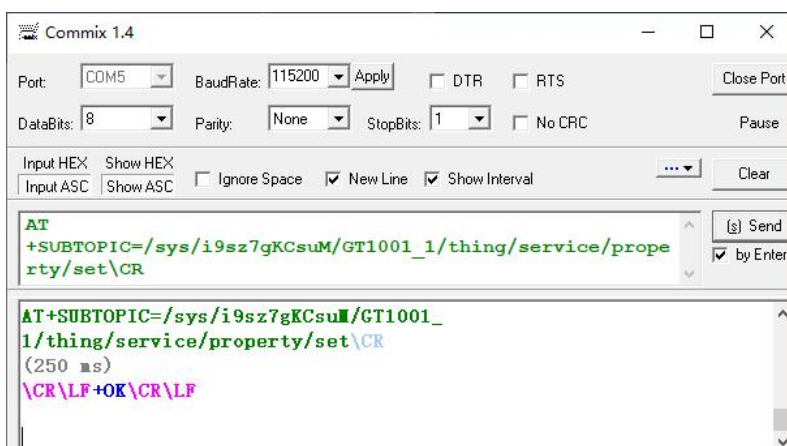

图 14-38 订阅topic 信息设置界面
6) 设置订阅 TOPIC 信息, 如图 14-38 所示;